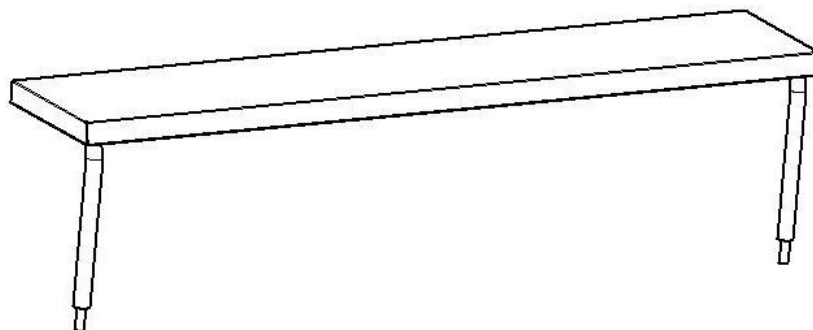

Рис.5 – Полка
**Полка** (рис.5) - поставляется в разобранном виде в индивидуальной картонной упаковке. Схема сборки и перечень комплекта поставки полки находится в её упаковке. Полка оборудована лампами подсветки.
- соединить провода электросети согласно маркировки на клеммной колодке, в соответствии с электросхемой (рис.5).